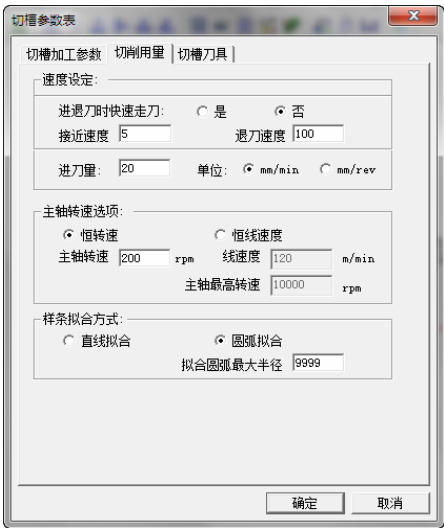

图 4-91 切槽切削用量参数设定
- 2) 单击“切削用量”选项卡，设置切削用量具体参数，进退刀时快速走刀：否；进刀量=20，单位 mm/min；主轴转速选项：恒转速；主轴转速：200；样条拟合方式：圆弧拟合，如图 4-91 所示。